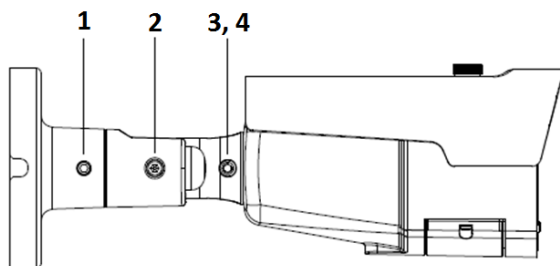

Рис. 3
9. Отпозиционируйте камеру для настройки желаемой зоны просмотра, поворачивая его в любом направлении. Винт **1, 3 и 4** (находится на обратной стороне) отвечают за поворот камеры вокруг своей оси, **2** - по вертикали (Рис.3).